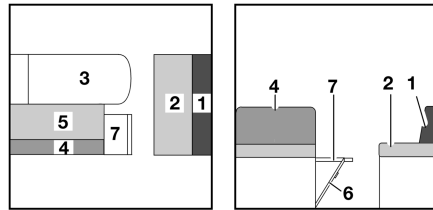

Bild 121 Während des Umbaus
- Sitzbankverlängerung (Bild 121,7) nach oben klappen und mit Klappe verkeilen.
- Das Sitzpolster (Bild 121,2) der Längssitzbank zur Mitte ziehen.
- Das Rückenpolster (Bild 121,1) der Längssitzbank zwischen das Sitzpolster und die Wand legen.
- Das Sitzpolster (Bild 121,5) nach vorn auf den Tisch ziehen.
- Das Rückenpolster (Bild 121,4) abnehmen und beiseite legen.